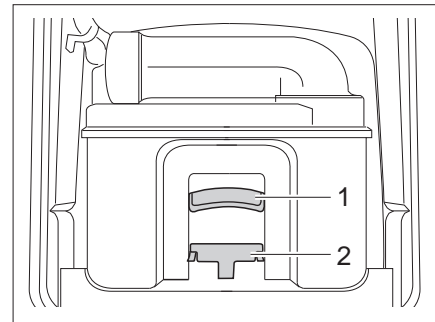

Bild 275 Thetford-Kassette
- Haltebügel (Bild 275,2) nach vorn ziehen um die Toiletten-Kassette zu entriegeln und Kassette am Griff (Bild 275,1) herausziehen.